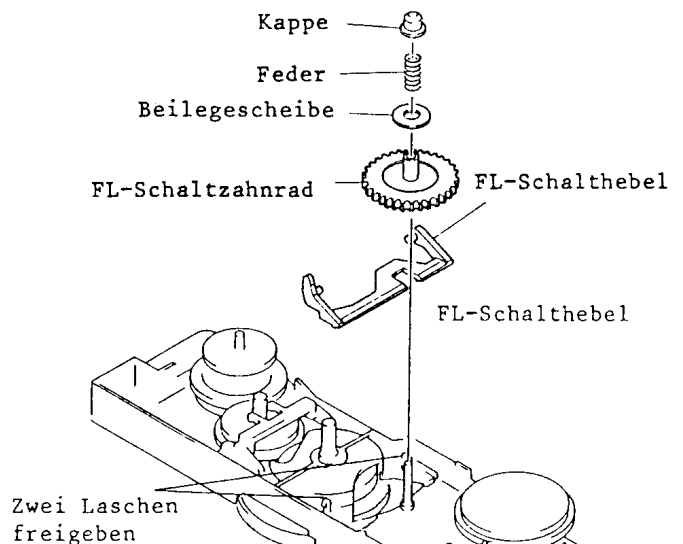

Abb. 7-34 FL-Schaltzahnrad, FL-Schalthebel
34. FL-Schaltzahnrad, FL-Schalthebel (Abb. 7-34)